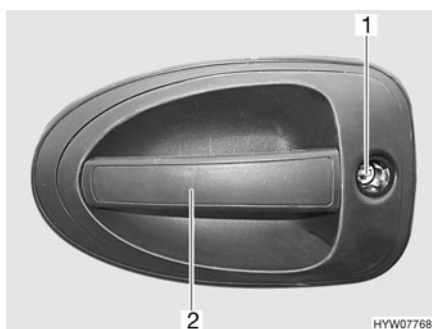

Fig. 29 Cerradura de la puerta de entrada, en el exterior
- Introducir la llave en el cilindro de cierre (Fig. 29,1) y girarla hasta que esté desbloqueada la cerradura de la puerta.
- Tirar del tirador de la puerta (Fig. 29,2). La puerta está abierta.
- Introducir la llave en el cilindro de cierre (Fig. 29,1) y girarla hasta que esté bloqueada la cerradura de la puerta.